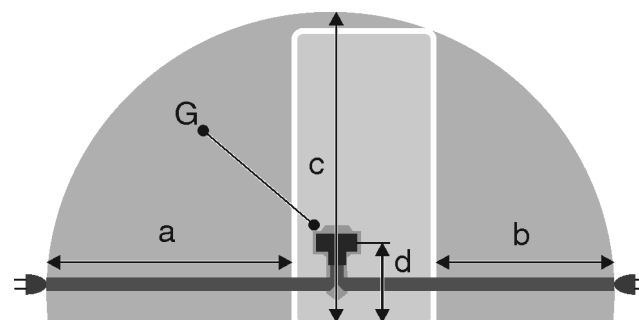

Fig. 24 *
- 插座不是在冰箱后面，而是在区域 a 或 b 内 *Fig. 24 (a, b, c)*。
- ▶ 将设备插头 *Fig. 24 (G)* 插入设备背面。确保正确地插入到位。